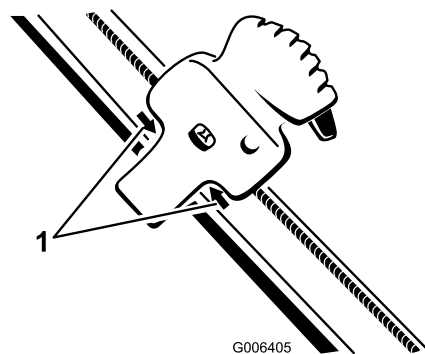

Figure 40
- Placez la commande Quick Shoot entre les 2 flèches situées sur le côté droit de la partie supérieure du guidon (Figure 40).